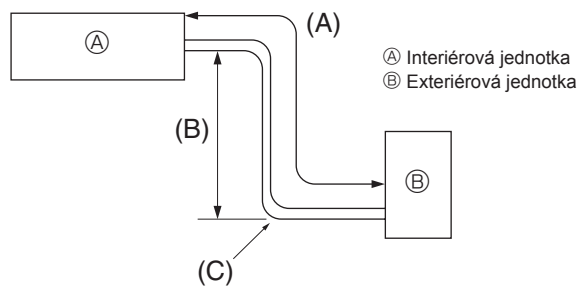

Fig. 5-1
5.1. Chladivové potrubie (Fig. 5-1)